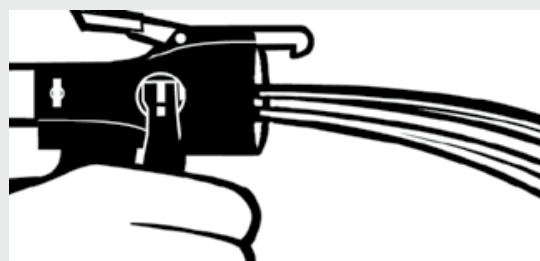

Figure 4.
- Purger le système dans un contenant à déchet en activant le déclencheur du distributeur Insta-Flo^{MC}. Lorsque les jets sont égaux, relâcher le déclencheur, nettoyer les traces de produit chimique de la face du distributeur avec un chiffon propre et appliquer une nouvelle couche de vaseline. (Voir figure 4.)